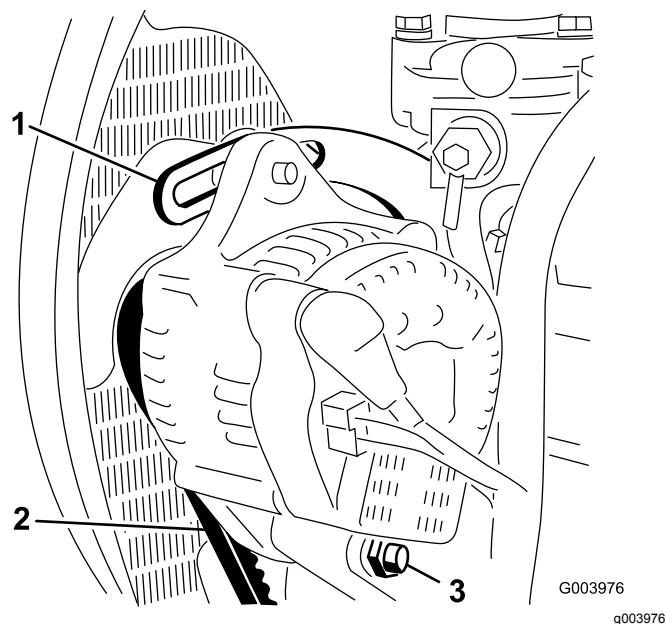

図 63
2. オルタネータ側プーリとクランクシャフト側プーリ間の中央部でオルタネータベルト 図 63 を指で10kg程度の力で押してベルトの張りを点検する。
3. ブレースをエンジンに固定しているボルト 図 63 と、オルタネータをブレースとピボットボルトに固定しているボルトをゆるめる。